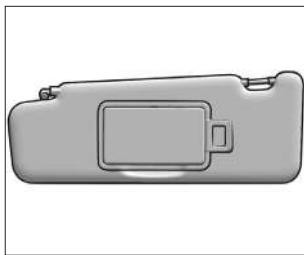

Рис. 4.3.2. Солнцезащитный козырек водителя
***В вариантом исполнении*** в солнцезащитном козырьке водителя (рис. 4.3.2) расположены индивидуальное зеркало и зажим, который предназначен для хранения пропусков, карт и т. п.